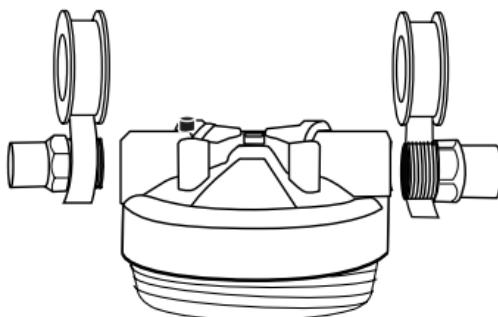

Figure 1
3. Enrobez de ruban de plombier MD ($2 \frac{1}{2}$ tours) autour de l' adaptateur raccord mâle 2.54cm x 2.54 cm NPT dans la direction direction horaire (voir la Figure 1) et vissez fermement à la tête du filtre. N'utilisez pas de scellant à conduit (pâte lubrifiante), puisque certains solvants dans certaines pâtes lubrifiantes pour conduit peuvent endommager les raccords en plastique. Ne pas serrer à outrance, un serrage à outrance peut causer des dommages à la tête du filtre.